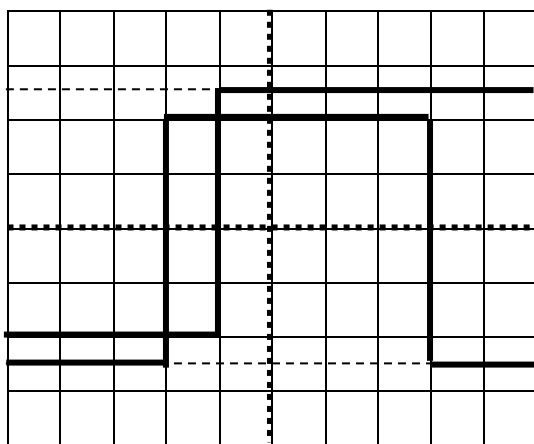

Рисунок 2.10 – Измерение разности во времени
- при помощи ребгулировок ВОЛЬТ/ДЕЛ, «ПЛАВНО 1» и «ПЛАВНО 2» в обоих каналах установите амплитуду сигналов удобной для наблюдения (рисунок 2.10);